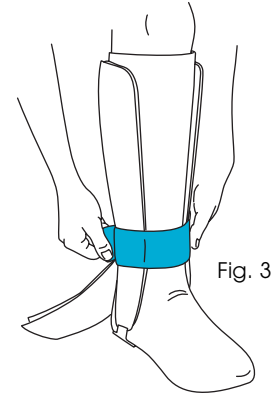

Fig. 3
- Secure bottom strap (Fig. 3).